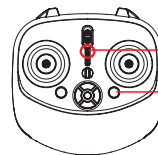

Figure 5: Photos et Vidéos
- 7. Photo/Vidéo:** Pour prendre une photo appuyez sur le bouton Photo/Vidéo (bip). Pour lancer/interrompre un enregistrement vidéo appuyez longuement bouton Photo/Vidéo (Figure 5). La radiocommande émet un signal sonore double (bip bip) et le témoin lumineux clignote durant toute la durée de l'enregistrement vidéo (rouge).